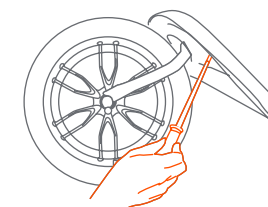

Fig. 26b
- Introduzca los 4 tornillos por debajo del armazón delantero en los tubos plásticos del guardabarros delantero. Ajuste bien los tornillos sin forzarlos (Fig. 26b). **NO AJUSTE DE MÁS.**